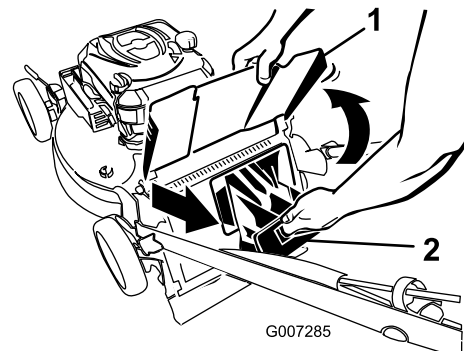

**Bild 20**
1. Verlegen Sie das Starterkabel um die untere Kabelführung (Bild 20).